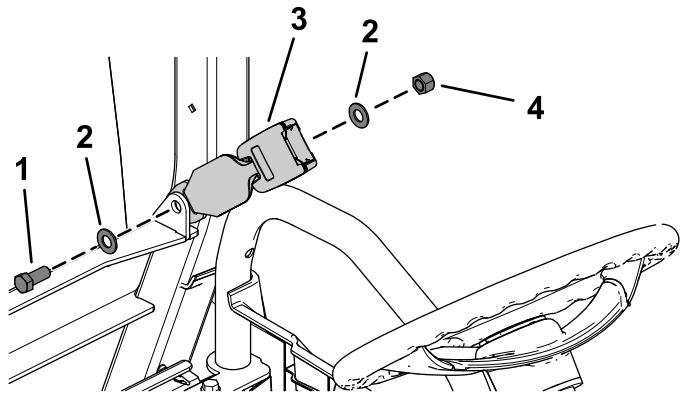

Figura 27
1. Instale un enganche de asiento con un perno de cabeza hexagonal (7/16" x 1"), 2 arandelas planas (7/16"), y una contratuerca (7/16"), según se muestra en Figura 27.